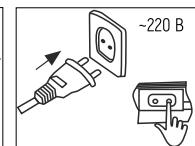

Рис.4
- Вилку сетевого кабеля вставьте в розетку бытовой электросети -220 Вольт*. [рис.4].
- Переведите выключатель, расположенный на корпусе светильника в положение «Включено». [рис.4].